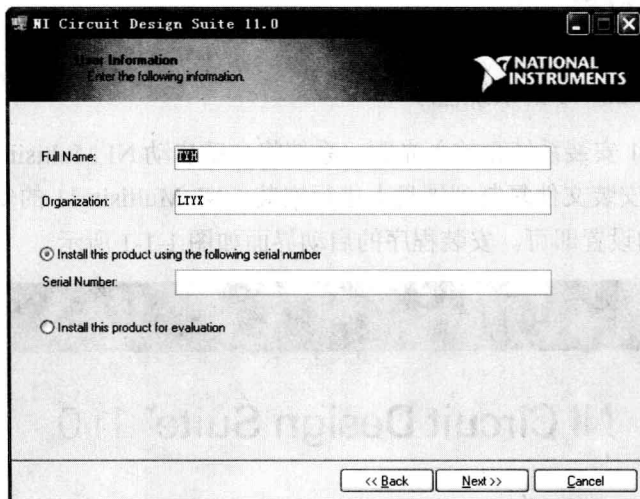

图 1-1-3 “User Information”对话框
(2) 启用安装后会弹出如图 1-1-3 所示的“User Information”（用户信息）对话框，要求用户输入相关信息，其中“Full Name”（用户名）和“Organization”（组织名）可以任意填写，“Serial Number”文本框中必须输入该软件的序列号。该序列号可以在软件的包装盒或者软件光盘包装上找到。输入完成后，单击【Next】按钮，继续下一步安装。